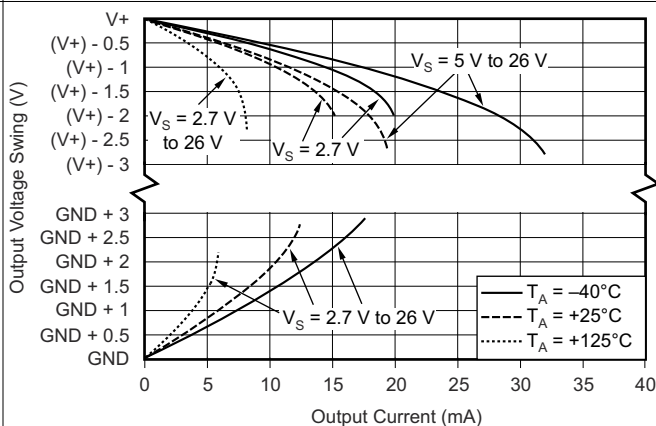

图 5-10. 输出电压摆幅与输出电流间的关系
(1) RTI = 以输入为参考。
(2) 请参阅 5.6 部分中的图 5-10。
(3) 未经生产测试。